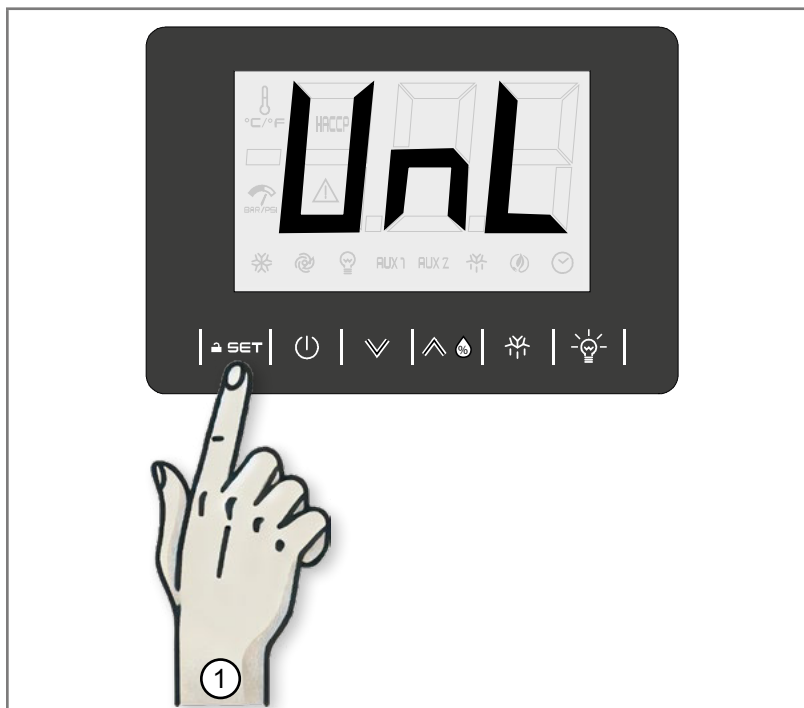

Abb. 5.3 - Entsperren der Tastatur
1. Berühren Sie die Taste SET/LUCCHETTO 1 Sekunde lang (1 – Abb. 5.3): Auf dem Display wird „UnL“ angezeigt.